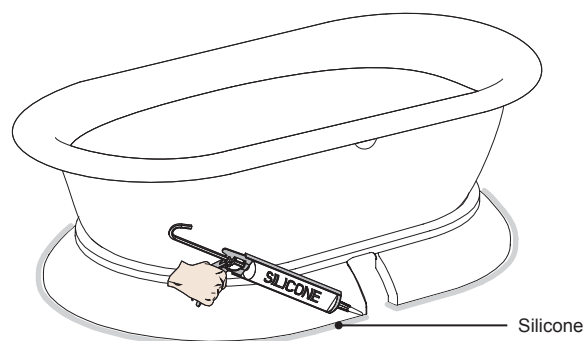

Figure 32. Pied de placement
- ❺ Appliquer un cordon de silicone (disponible dans le commerce) sur le pourtour de la base du socle (Figure 32). Suivez fabricant a recommandé le temps de séchage avant de procéder.